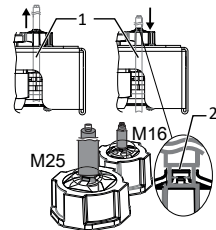

Fig. 14: Skærmholder ved EMC-forskruing
- 1 Kontroller, at ledninger (1) ikke udsættes for træk/tryk ved at åbne og lukke dørene helt.
- 2 Marker positionen i forhold til skærmholderen på klemmeholderen (2) på EMC-forskruingerne.
- 4 Træk ledningerne på skærmpunktet tilbage, indtil afskærmningen er helt udført af klemmeholderen, og tilslutningskablet ikke kan flyttes. [See figure 14] [▶ Page 110]